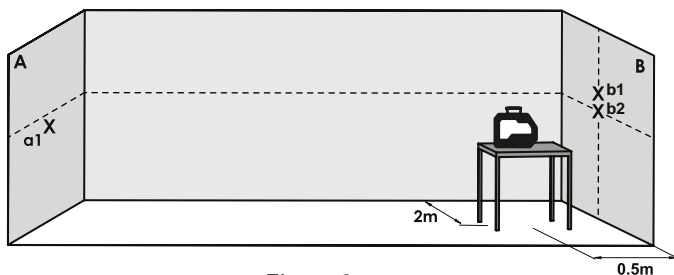

Figura 3
7. Marque en la pared **B** el centro de las líneas cruzadas como **b2** (ver la figura 3).